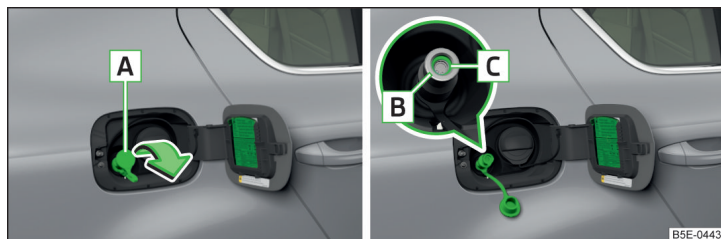

Fig. 201 Tubos de alimentación de gas
- Quitar la tapa A » fig. 201 en el sentido de la flecha del tubo de alimentación de gas B.
- Comprobar si el anillo obturador C » fig. 201 permanece encajado en el tubo de alimentación de gas.